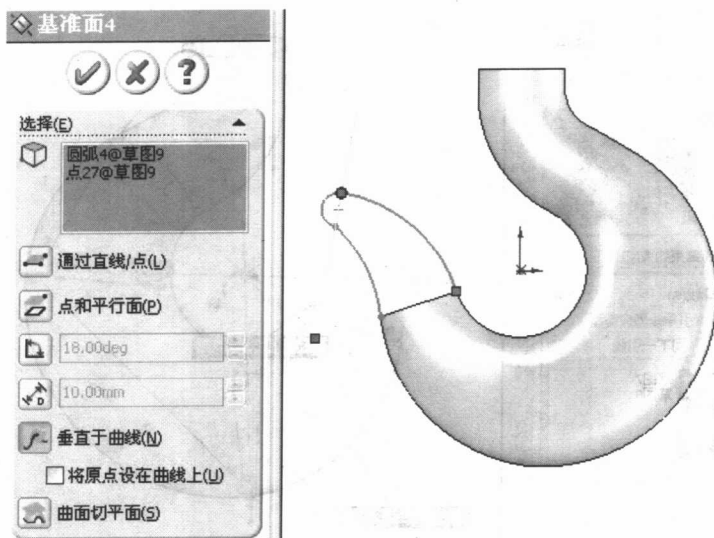

图 1-15 基准面 4
② 创建基准面 4。单击参考几何体工具栏中的 （基准面）工具，创建“垂直于曲线”的平面，在“基准面”属性管理器中，选择草图 9 中的圆弧 4 以及该圆弧的一端点为“参考实体”，如图 1-15 所示，单击 （确定）按钮。